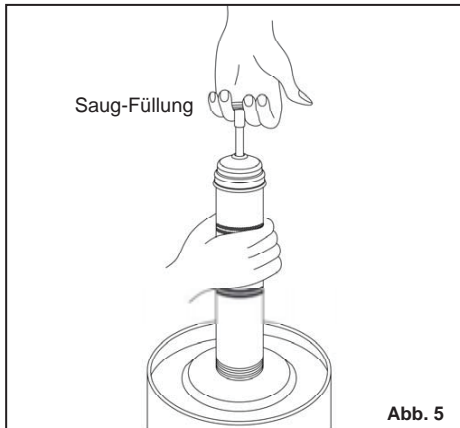

Abb. 5
5. Legen Sie das offene Ende der Fettbehälterbaugruppe in das Schmiermittel des Schüttgutcontainers. Ziehen Sie die Kolbenstange langsam zurück und schieben Sie die Fettbehälterbaugruppe noch tiefer in das Schmiermittel, um Lufteinschlüsse zu vermeiden. Siehe Abb. 5.